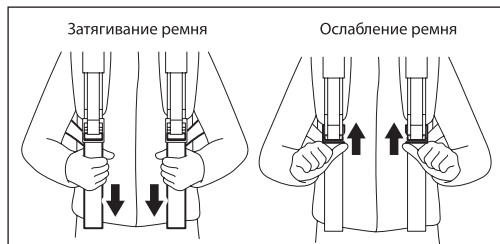

Рис. 22
2. Потяните ремни вниз, чтобы затянуть их. Поднимите пряжки двух скользящих фиксаторов, чтобы ослабить ремни (рис. 22).